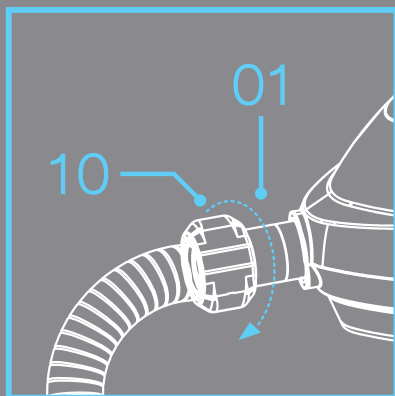

Abbildung 1.
Den **flexiblen Leitungsadapter (10)** mit dem **Lufteinlass (1)** verbinden und im Uhrzeigersinn drehen, um die Verbindung festzuziehen (**Abbildung 1**).